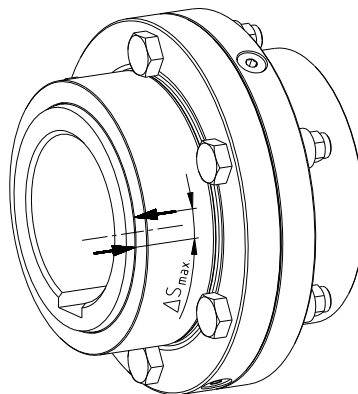

図 46: ハブとスリーブのマーキング
- スリーブ(部番2)とハブ(部番1)にマーキングして下さい。(図46をご参照)